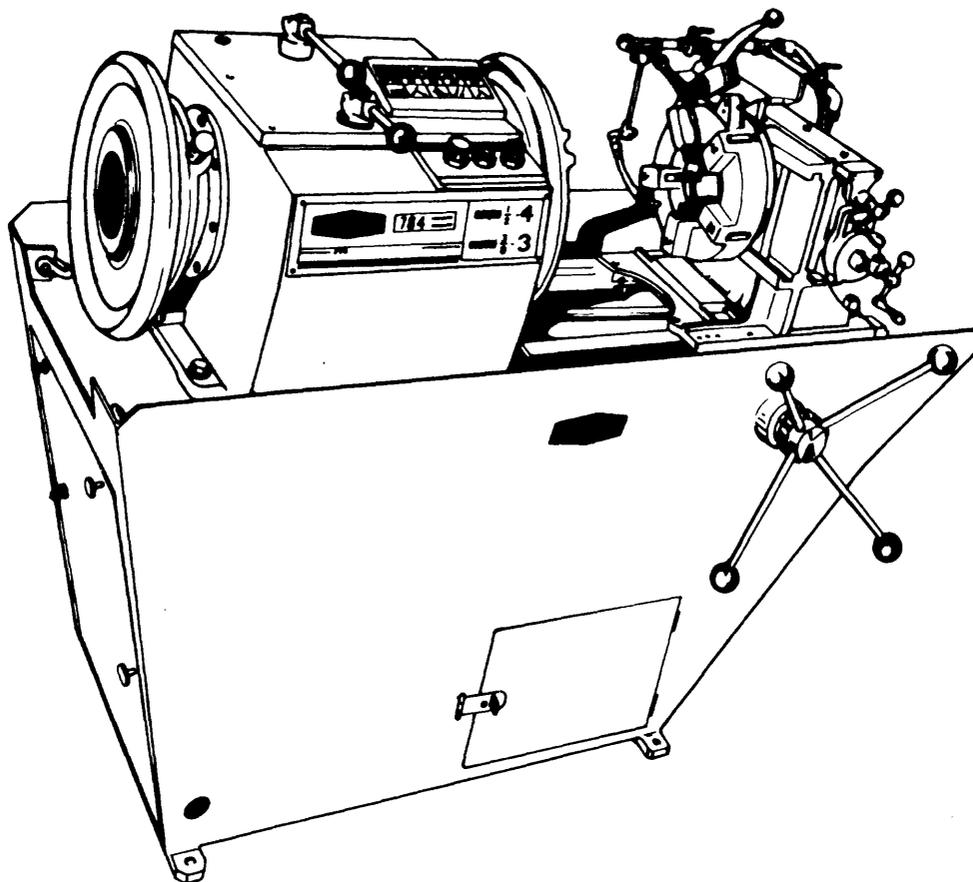

Fig. 2
*MÁQUINA DE ROSCAR No 784 (fig. 2)*